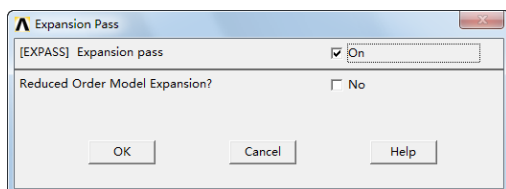

图 13-5 “Expansion Pass”对话框
（2）弹出“Expansion Pass”对话框，选择“Expansion pass”选项，如图 13-5 所示，单击“OK”按钮。
(1) 只有有意义的模态才能被有选择的扩展。如果用命令方法,可以参考“MSPAND”命令的“SIGNIF”选项;如果用 GUI 路径,在模态分析步骤时,在“Expansion Pass”对话框(如图 13-5 所示)选择“No”,然后就可以在谱分析结束后用一个单独的步骤来扩展模态。
(2) 只有扩展后的模态才能进行合并模态操作。